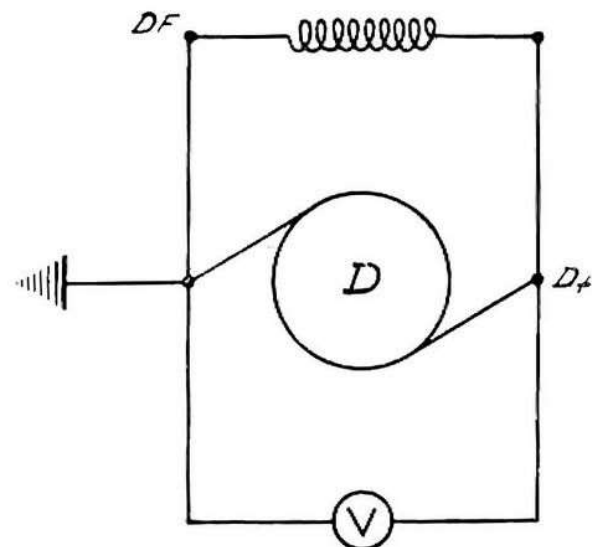

Fig. 115 - Schema prova dinamo a vuoto.
a) Prova a vuoto: Montare la dinamo sull'apposito banco prova. Collegare il morsetto DF alla massa ed inserire il voltmetro tra il D + e la massa (fig. 115). Aumentare lentamente i giri fino ad ottenere la tensione di 6 V. A questo punto il numero di giri deve risultare minore o uguale a 1450 g/1'.